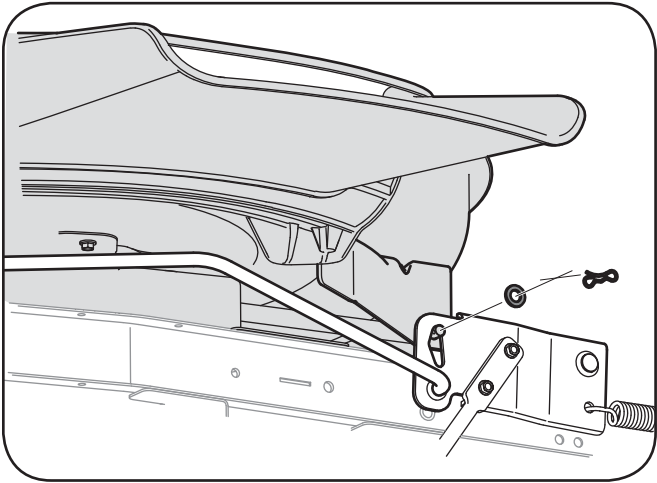

Figure 7-1
- 3. Enlevez la goupille papillon et la rondelle plate de l'ensemble de relevage du plateau de coupe et gardez-les pour les utiliser plus tard. Voir la Figure 7-1.